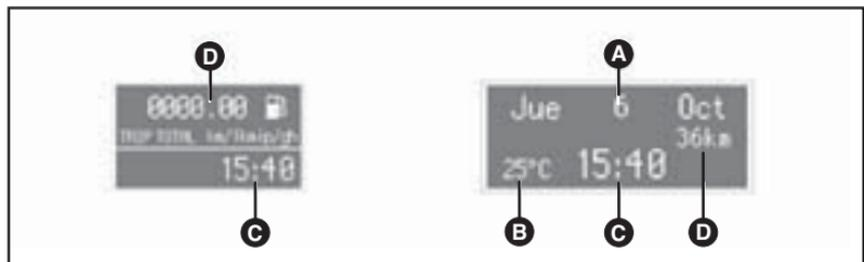

fig. 53
- Cuentakilómetros total/parcial (D-fig. 53).
- Reloj (C-fig. 53).
- Temperatura exterior (B-fig. 53).
- Fecha (A-fig. 53)